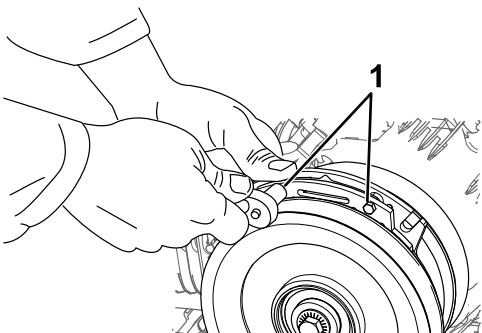

Figura 63
- A. Afloje ambos pernos de montaje del freno entre media y una vuelta, según se muestra en Figura 63.